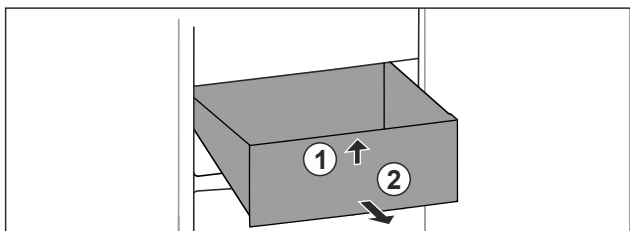

Fig. 19
- ▶ Nadzvedněte zásuvku vpředu. Fig. 19 (1)
- ▶ Vyjměte zásuvku dopředu. Fig. 19 (2)